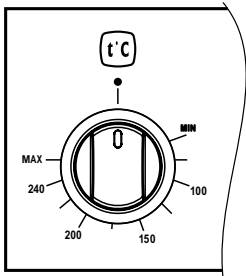

Рис. 5
- ручкой терморегулятора (рис.5) задается температура нагрева духовки, которая поддерживается автоматически.